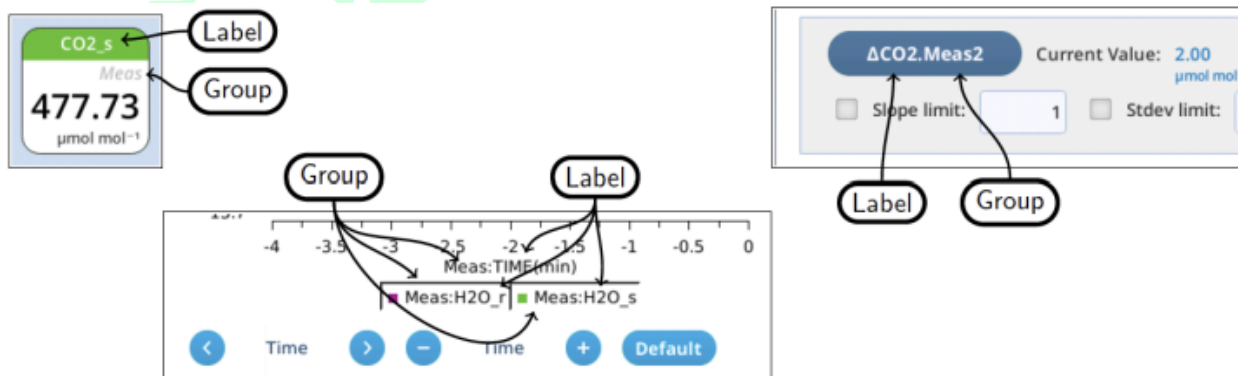

图 87: 分组与标签
Topic 和 Key 选项提供了一个通用的方法来获取几乎任意条目 (或条目组), 即使他们不在数据或状态字典内。多数我们关注的值具有一个 topic 和 key (名字)。数据字典内的每一个条目也有一个分组和标签。系统的数据字典展示分组、标签、名称和 topic (图 87)
5. Group 和 Label 通常用作标识符 (图 87)